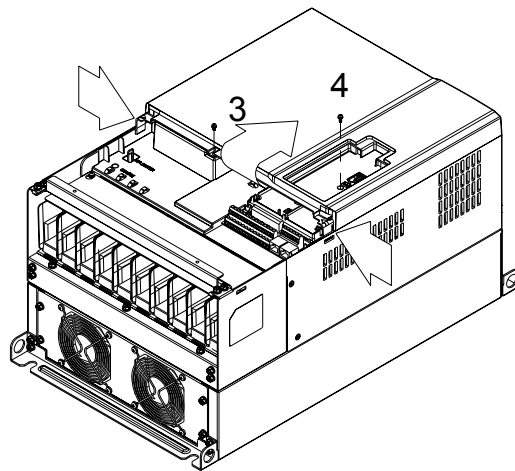

图 2
2. (如图 2)移除螺丝 3、4 后,再按压两侧移除上盖。螺丝 3、4『扭力值: 6~8kgf-cm (5.2~6.9in-lbf)』